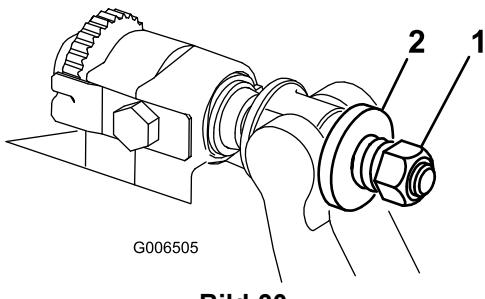

Bild 30
- Ziehen Sie die Federspannungsmutter an, bis die Feder zusammengedrückt ist, drehen Sie sie dann eine halbe Umdrehung heraus (Bild 30).